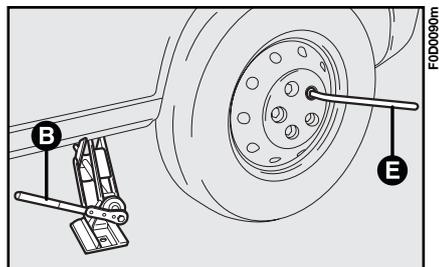

fig. 6
**6)** Afloje completamente los 5 tornillos de fijación con la llave **E**-fig. 6 y saque la rueda.